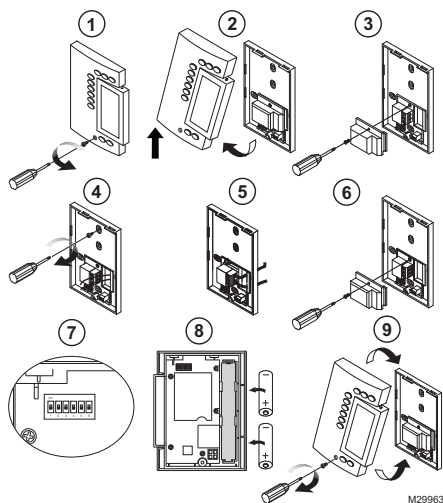

Fig. 1. Étapes de l'installation.
1. Desserrer la vis captive fixant le module avant au module arrière, comme illustré dans la Fig. 1.